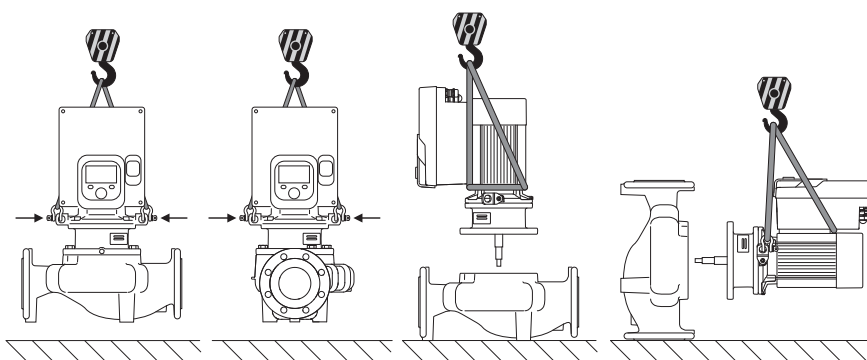

Fig. 6: Dirección de elevación de la bomba simple
El transporte de la bomba deberá efectuarse con medios de suspensión de cargas autorizados (p. ej. polipasto, grúa, etc.). Los medios de suspensión de cargas se deben fijar a las argollas de transporte situadas en la brida del motor. En caso necesario, desplace los lazos de elevación por debajo de la placa adaptadora (Fig. 6/7). Asegure la bomba para que no se vuelque.
2. Fije el juego de introducción (Fig. 4) a las argollas de transporte con equipos de elevación adecuados a modo de protección. Para que la unidad no vuelque, tienda una correa según la Fig. 6 alrededor del motor y del adaptador del módulo electrónico. Al hacerlo, evite que el módulo electrónico sufra daños.